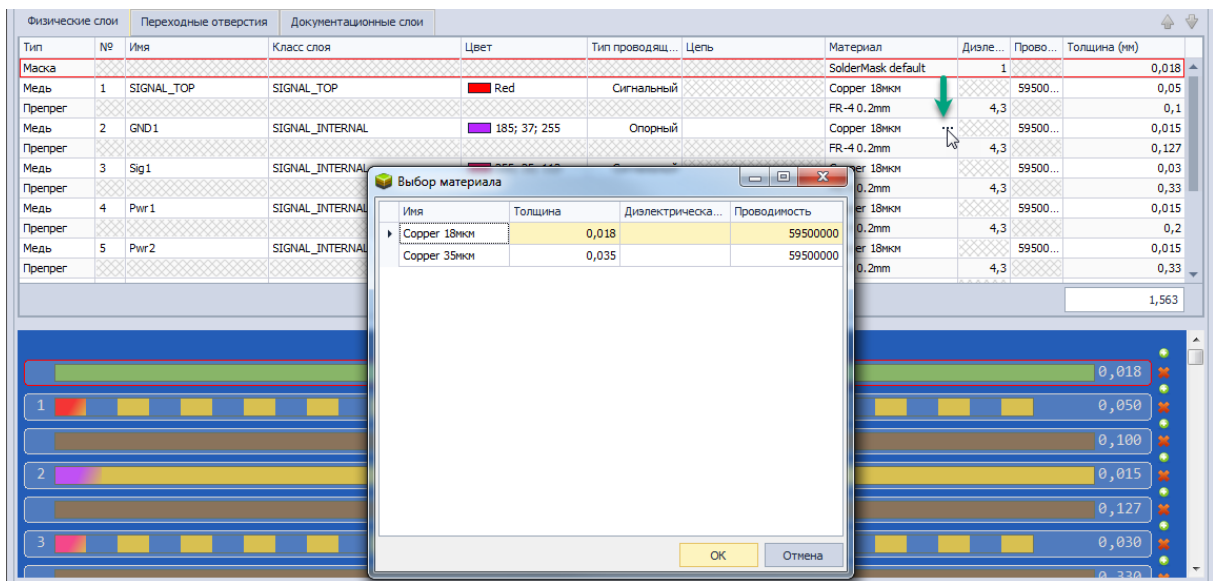

Рис. 17 Изменение материала слоя
1. Перейти к ячейке нужного слоя в столбце «Материал», навести курсор на появившийся символ  и нажать левую кнопку мыши, см. Рис. 17.